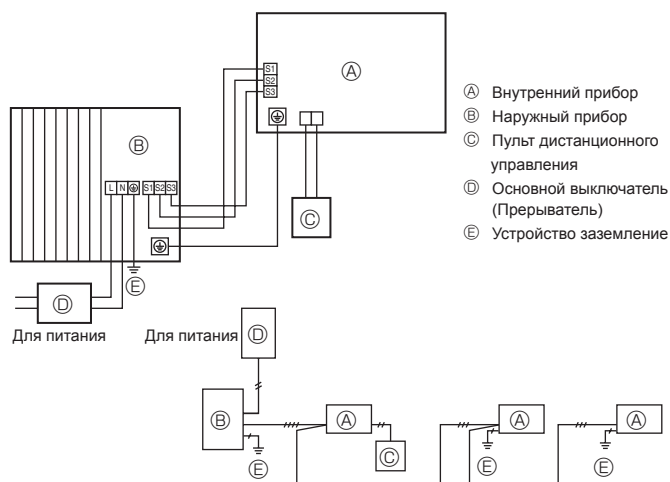
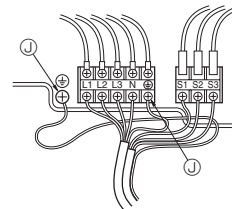

Fig. 7-1
Fig. 7-2
7.1. Наружный прибор (Fig. 7-1, Fig. 7-2)
- Подсоедините кабели, как указано на Fig. 7-1 и Fig. 7-2.